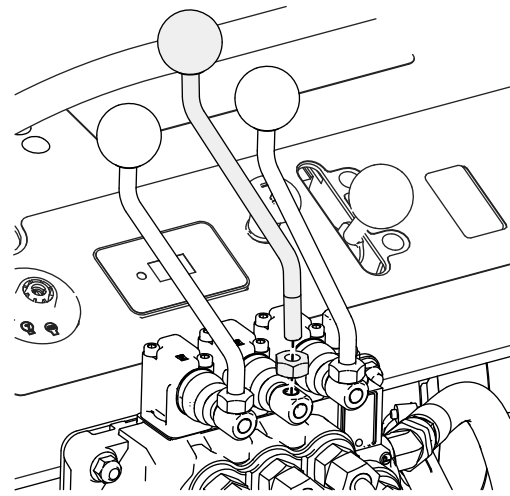

Figura 9
1. Instale la palanca en el distribuidor de las válvulas de control con la tuerca hexagonal (M10), como se muestra en la Figura 9.